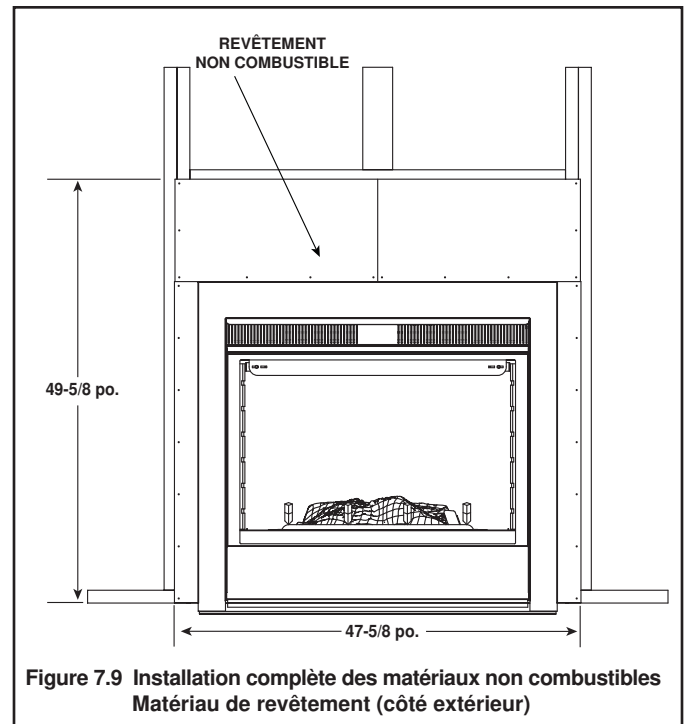

Figure 7.9 Installation complète des matériaux non combustibles
- Fixer les pièces gauche et droite au encadrement. (Voir figure 7.9.)